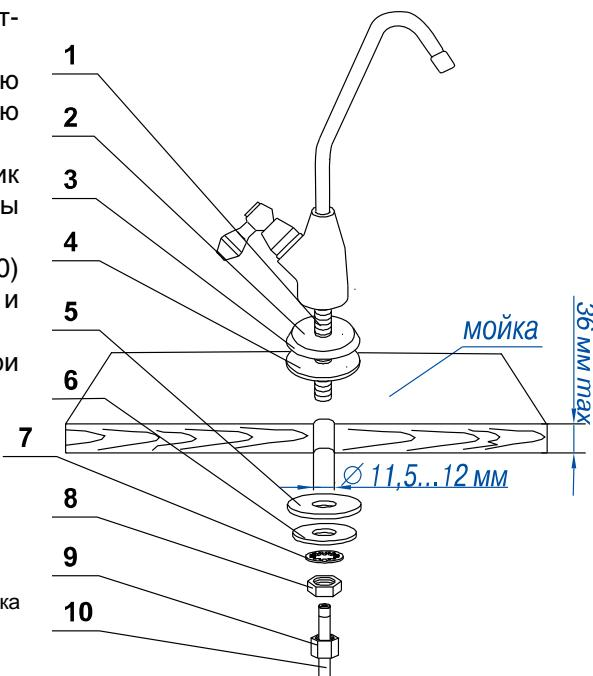

Рисунок 4. Кран для чистой воды
3.2. К крану для чистой воды с запрессованной латунной втулкой (1 м) (Рис. 4, поз. 10)	1 шт.
8. Кран для чистой воды (Рис. 4)	1 компл.
5.2 Установка крана для чистой воды (Рис. 4)
- Наденьте на резьбовой хвостовик (1) крана резиновую прокладку (2), декоративную подставку (3), резиновую прокладку (4) и вставьте кран в отверстие мойки.
- Снизу столешницы наденьте на резьбовой хвостовик пластиковую (5) и металлическую стопорную (6) шайбы и наверните крепежную гайку (7).
- В резьбовой хвостовик крана (1) вставьте трубку (10) концом с запрессованной металлической втулкой (8) и наверните накидную гайку (9) до упора;
- Проверьте прочность закрепления трубы (10). При усилии 8–10 кгс трубка (10) не должна вытаскиваться.